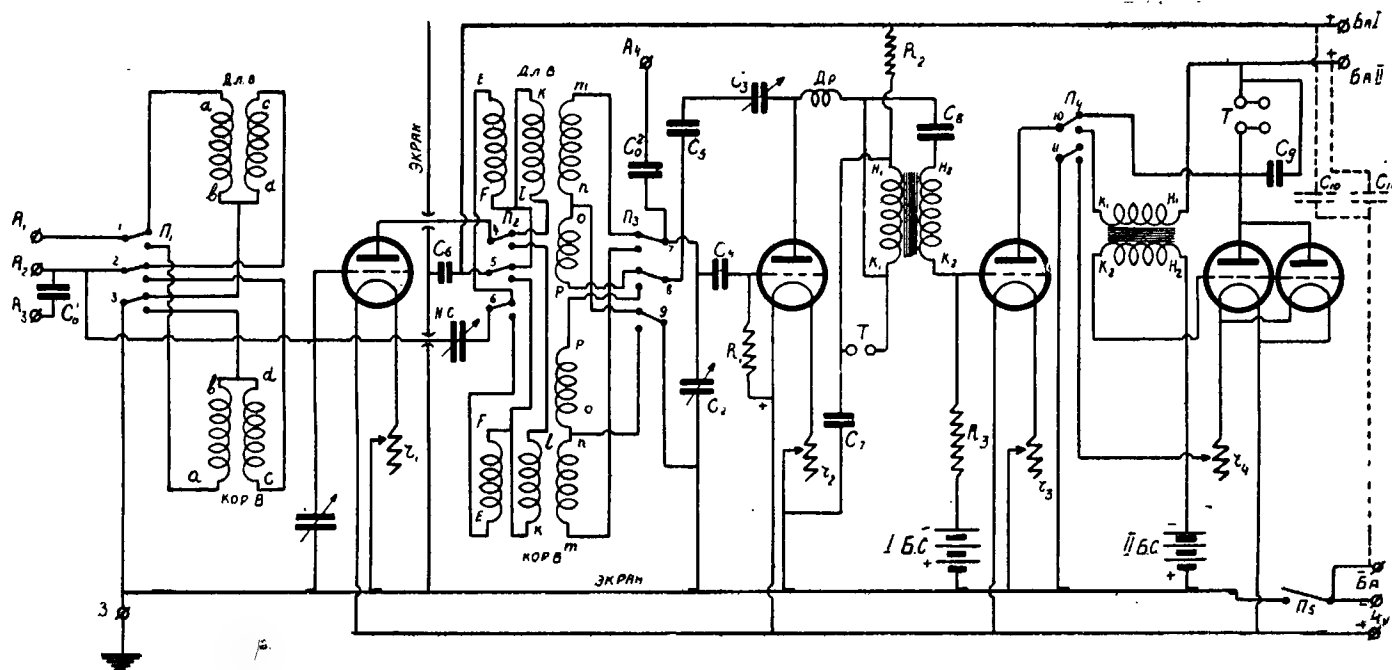

Рис. 3
На принципиальной схеме крестиками (X) указаны места расположения переключателей для перехода с одного диапазона на другой. Для большей ясности на рис. 3 приведена еще раз принципиальная схема описываемого приемника, но уже со всеми переключателями для перехода с одного диапазона на другой (П₁, П₂ и П₃).